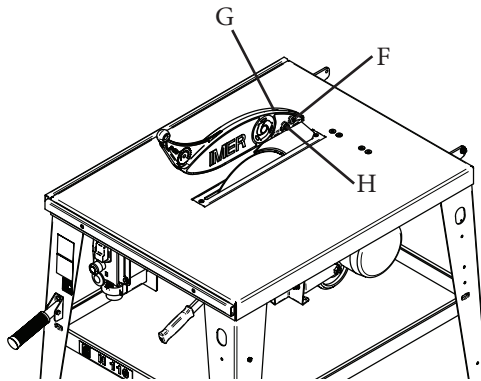

Fig. 6
La parte della lama che sporge al di sopra della tavola è protetta da un riparo in policarbonato [4] (fig.1). La protezione è ancorata al coltello divisore mediante due viti [F] (fig.6).
- stringere la vite [G] (fig.6) e il dado autobloccante [H] (fig.6) fino a che il carter non resta bloccato in posizione sollevata;